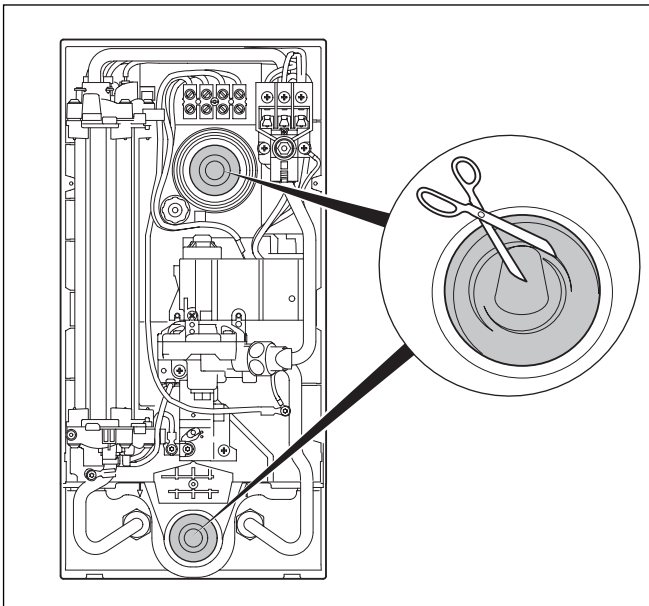

Abb. 4.7 Spritzwassertülle für Kabelführung zuschneiden
- Abhängig von der Lage des Netzanschlusskabels, das aus der Wand ragt, kappen Sie die Spritzwassertülle oben oder unten (siehe Abb. 4.7).
- Das Gerät ist im Lieferzustand vorkonfektioniert. Bei der Elektroinstallation muss lediglich die elektrische Zuleitung in das Gerät gebracht und angeschlossen werden. Dies geschieht durch eine der beiden Spritzwassertüllen, die im Gerät das Eindringen von Wasser verhindern; siehe Abbildung 4.7, Spritzwassertülle für Kabelführung zuschneiden. Der Anschluss selbst ist werkseitig im oberen Teil des Gerätes fixiert. Bei Bedarf kann er in den unteren Teil verlegt werden, wobei die elektrische Zuleitung durch die untere Spritzwassertülle geführt werden muss.
Die elektrische Zuleitung ist durch die obere Spritzwassertülle (2) geführt. Wie die Spritzwassertülle vorbereitet werden muss, ist in Abbildung 4.7 dargestellt.
Die elektrische Zuleitung ist durch die untere Spritzwassertülle (5) geführt. Wie die Spritzwassertülle vorbereitet werden muss, ist in Abbildung 4.7 dargestellt.